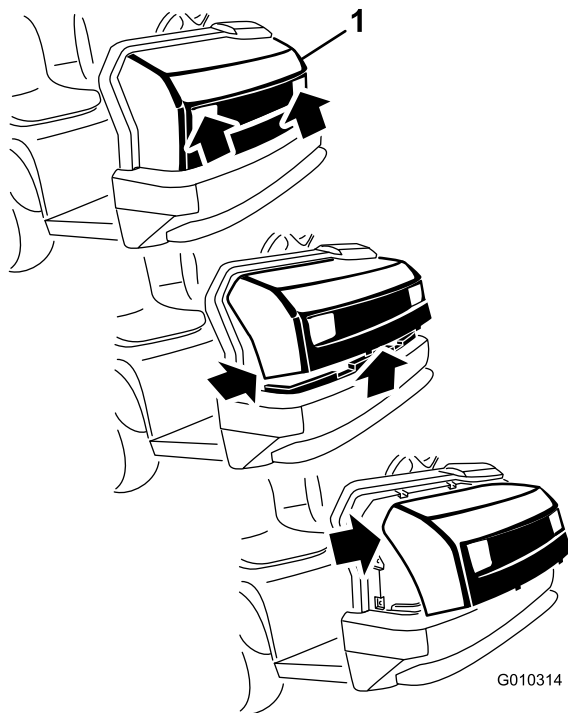

Figura 28
2. Ruotate verso l'alto la parte inferiore del cofano in modo da estrarre le linguette di montaggio superiori dalle fessure del telaio (Figura 28).
3. Ruotate in avanti la parte superiore del cofano e scollegate i connettori dei fili dai fari (Figura 28).
2. Inserite le linguette di montaggio superiori nelle fessure del telaio (Figura 28).
3. Inserite le linguette di montaggio inferiori nelle fessure del telaio (Figura 28).
1. Afferrate il cofano dalle aperture dei fari, sollevatelo per sganciare le linguette di montaggio inferiori dalle fessure del telaio (Figura 28).